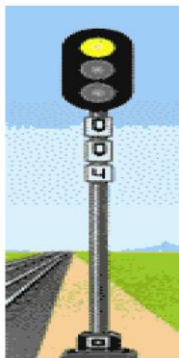

Рисунок 2
- 2) один желтый огонь - разрешается движение с готовностью остановиться, следующий светофор закрыт (рисунок 2);